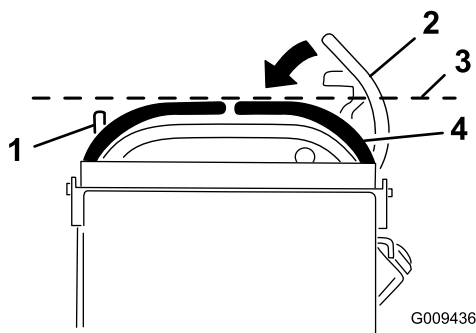

Bild 73
3. Drücken Sie die Fahrtriebshebel nach unten und außen aus der ARRETIERTEN NEUTRAL-Stellung (**Bild 73**).
4. Prüfen Sie, ob der rechte Fahrtriebshebel mit dem linken Fahrtriebshebel horizontal eingestellt ist (**Bild 73**).